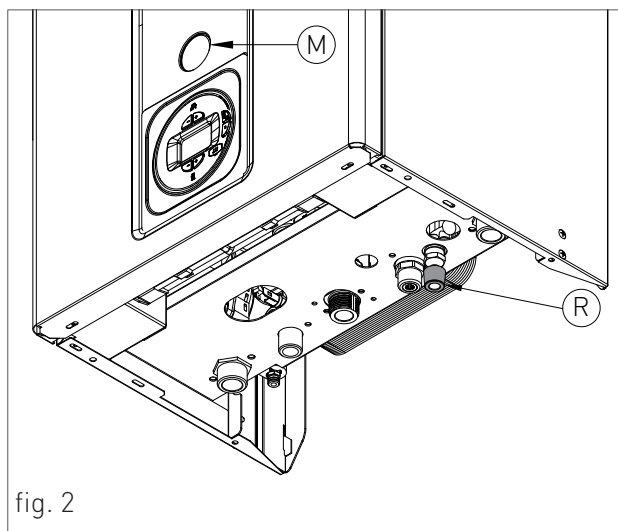
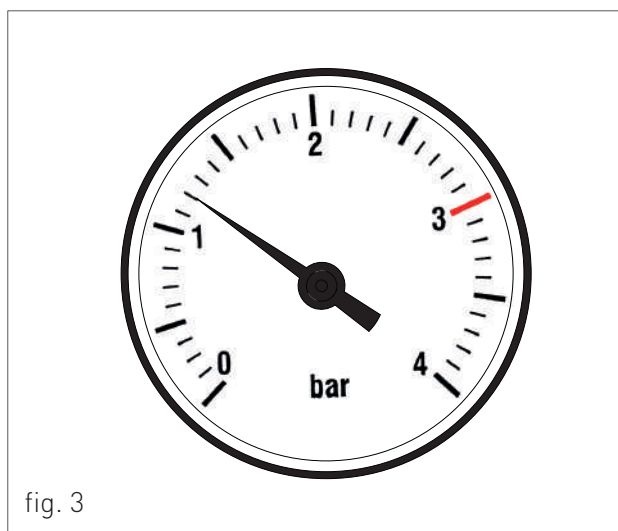

fig. 2
fig. 3
Per il posizionamento, operare come segue (vedi fig. 2):
2. aprire il rubinetto di carico "R" (fig. 2);
4. controllare attraverso il manometro "M" (fig. 2) che la pressione dell'impianto raggiunga 1.2 bar (fig. 3);
5. ad operazione avvenuta, assicurarsi che il rubinetto di carico "R" (fig. 2) sia ben chiuso.
7. se dopo le suddette operazioni si rilevasse una diminuzione della pressione dell'acqua nell'impianto, aprire di nuovo il rubinetto di carico "R" fino a che la pressione nel manometro non segni 1.2 bar (fig. 3).